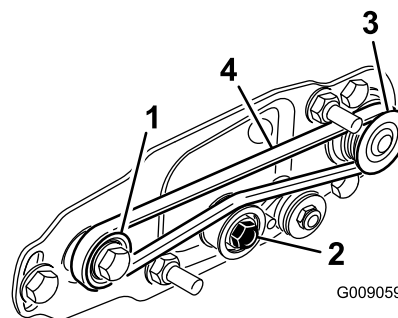

Рисунок 41
- Обведите ремень вокруг **ведомого** шкива, а затем проложите по верхней части натяжного шкива (Рисунок 41).
- Начните надевать ремень на **ведущий** шкив (Рисунок 41).